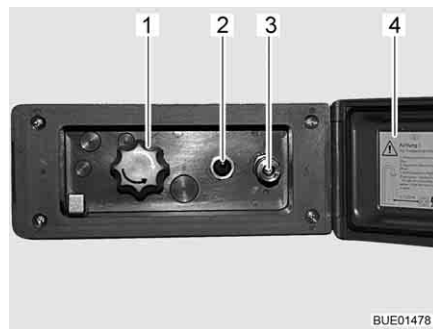

Bild 94 Duschanschluss außen
- Deckel (Bild 94,4) entriegeln und öffnen.
- Schlauch der Außendusche am Schnellverschluss (Bild 94,3) anschließen.
- Wasserpumpe mit Schalter (Bild 94,2) einschalten.
- Wassertemperatur mit Drehknopf (Bild 94,1) nach Wunsch einstellen.
- Wasserpumpe mit Schalter (Bild 94,2) ausschalten.
- Deckel (Bild 94,4) schließen und mit Schlüssel verriegeln.
- Drehknopf (Bild 94,1) auf Mittelstellung stellen.